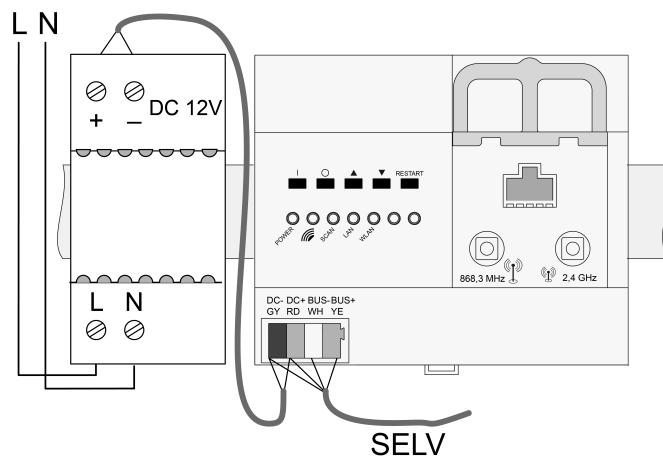

Bild 3: Anslutningsplan
- Anslut enheten enligt anslutningsplanen (se bild 3).